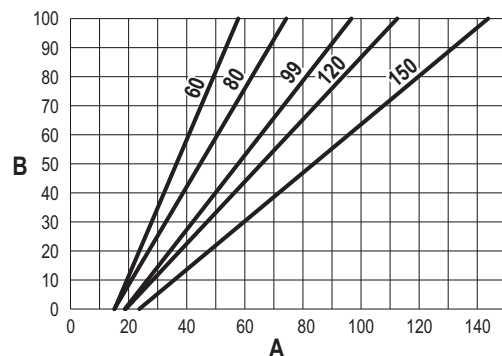

fig. 59
- Premere i **tasti contestuali 1 e 2** per aumentare o diminuire la portata termica (minima = 00 - Massima = 100). Vedi diagramma "Regolazione Portata Termica" (fig. 59).